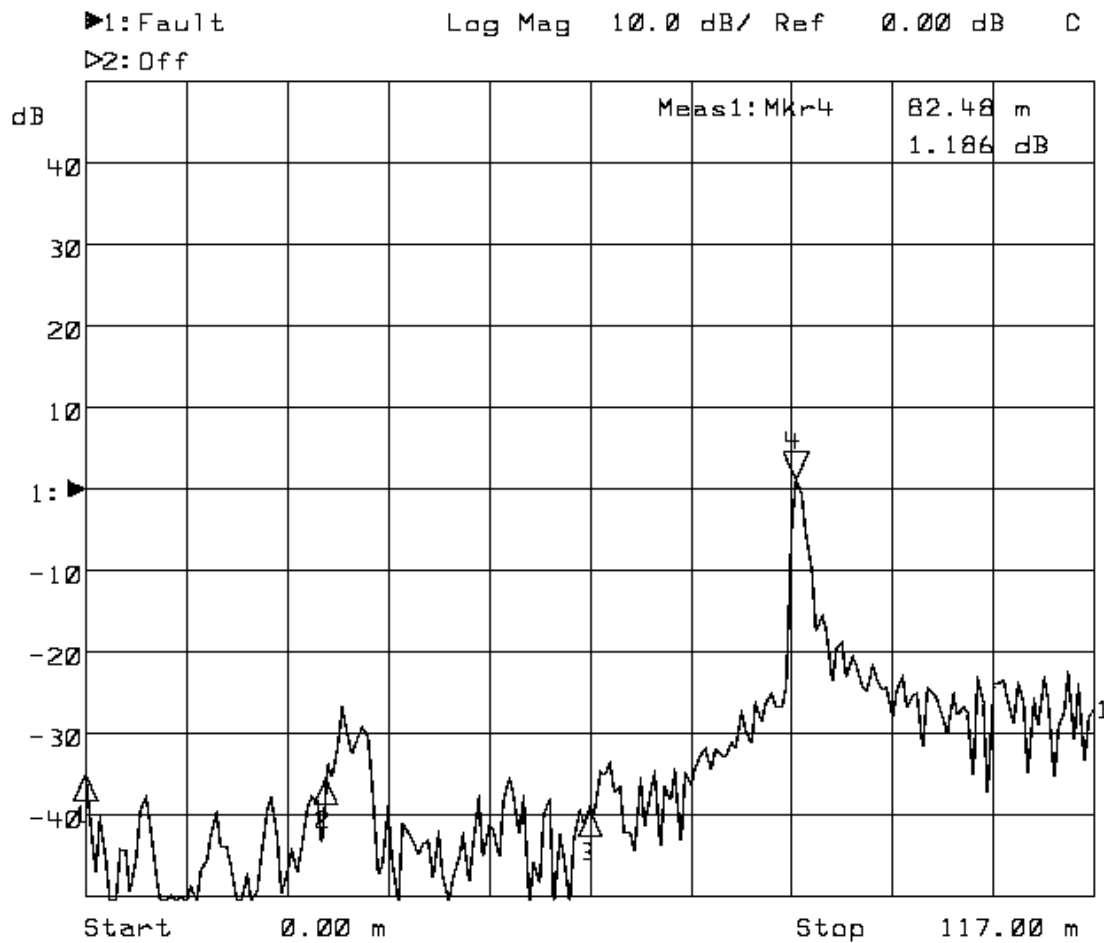

Figura 2-74. Desacoples expresados como Pérdidas de Retorno para el tramo 1,2 y 3 en circuito abierto.
12. Presione [MARKER] 4: off para activar la marca 4 y use la perilla del panel frontal, las flechas arriba-abajo, la función Next Peak Left o Next Peak Right para colocar la marca 4 en la próxima respuesta como se muestra en la Figura 2-74.